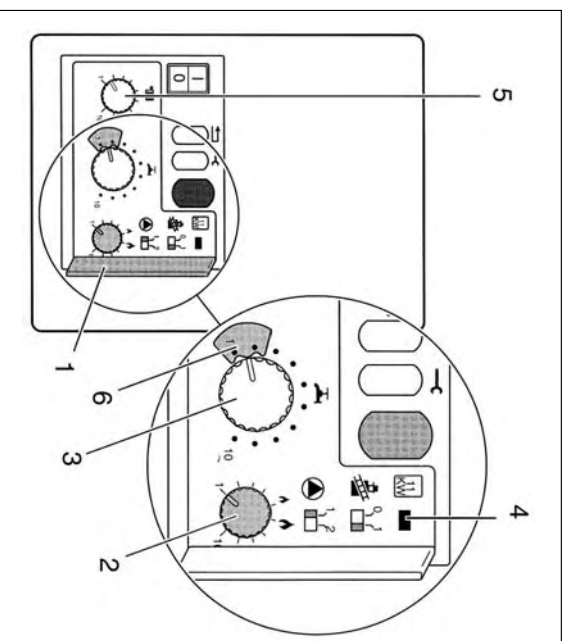

Fig. 18
Per accedere al terzo potenziometro aprire lo sportellino frontale (Fig. 18, posiz.1).
Togliendo la spina (4) (vedi fig. 18) dal modulo è possibile bloccare la potenzialità massima nel circuito di riscaldamento ad un valore fisso di 11 kW, rendendo inefficace il potenziometro limitatore di potenza (2).
- \* by-passare i due potenziometri sul circuito di riscaldamento (vedi punti 2 e 4 di fig. 18);